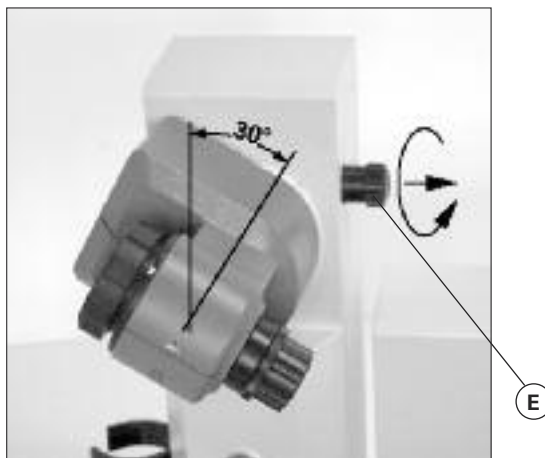

Fig. 7
- ☞ Desserrez le dispositif de serrage pour régler l'angle de l'entraînement de rotation du côté droit du dispositif de levage en tournant la vis à poignée (E) dans le sens inverse des aiguilles d'une montre (en appuyant légèrement et en tournant simultanément, la vis à poignée (E) peut être sortie encore plus loin).
- ☞ Placez l'entraînement à un angle de 30° env. (fig. 7).